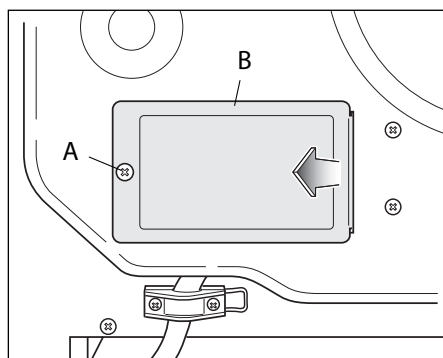

Abbildung 9
- Lösen Sie die Schraube A der Abdeckplatte B auf der Ofenrückseite (Abb. 9).